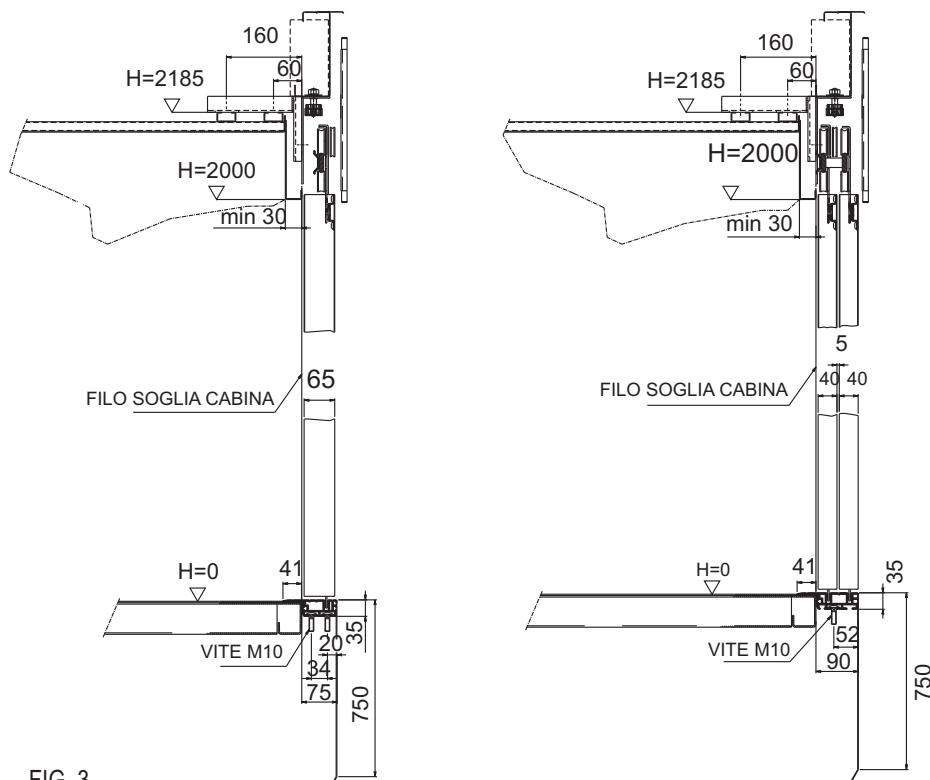
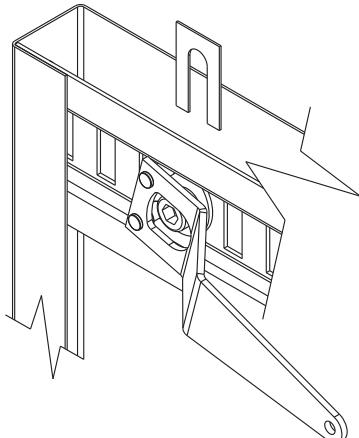

FIG. 3
FIG. 4
3. Fissaggio ante di cabina. Dopo aver fissato le ante di cabina (vedi fig 4) verificare gli spazi tra ante e spalletta cabina e tra soglia e antina (vedi fig 3) nel caso in cui gli spazi non siano corretti (5 mm) utilizzare gli appositi spessori a pantalone per posizionare le ante nella posizione corretta.